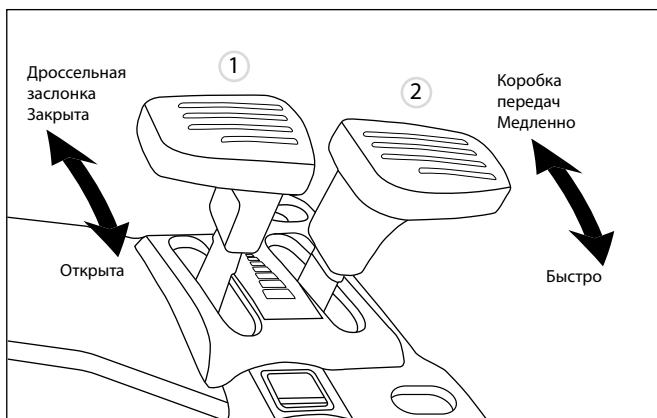

Рис. 13
8. Газонокосилки GLD-520SP-VE и GLD-520SP-BS оснащены рычагом дроссельной заслонки 1 (рис. 13), который позволяет регулировать скорость вращения двигателя. Закройте заслонку при запуске двигателя и маневрировании (низкие обороты), откройте заслонку при скашивании (высокие обороты).
9. Газонокосилка GLD-520SP-VE оснащена коробкой передач (вариатором) 2 (рис. 13) с возможностью регулировки скорости вращения колес на постоянных оборотах двигателя. Используйте низкую скорость движения для скашивания густой травы или маневрирования в ограниченном пространстве. Используйте высокую скорость движения для транспортировки и скашивания молодой и редкой травы.